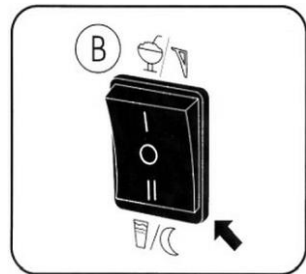

Fig. 6
1. För att stänga av slushmaskinen, tryck på huvudströmbrytaren (A) till "O" -läget.
2. Om produkten ska ligga kvar i slushmaskinen över natten måste strömställaren (B) ställas i nattläge (fig. 6).